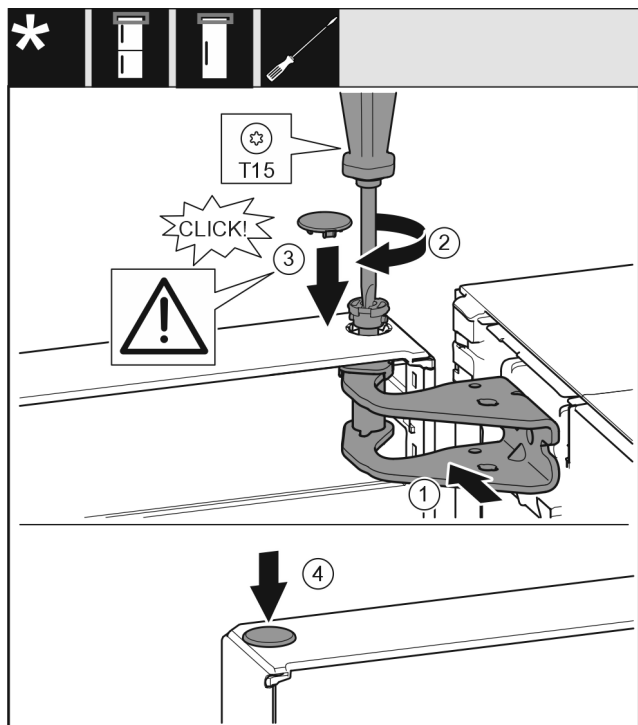

Fig. 22
- ▶ Igazítsa be az ajtót fent a csapágybak Fig. 22 (1) nyílásához.
- ▶ Helyezze be a csapszeget Fig. 22 (2), és húzza meg csavarhúzóval.
- ▶ Helyezze be a fedelet Fig. 22 (3).
- ▶ Ellenőrizze, hogy a fedél Fig. 22 (3) felfekszik-e az ajtóra.
- ▶ Helyezze be a fedelet Fig. 22 (4).